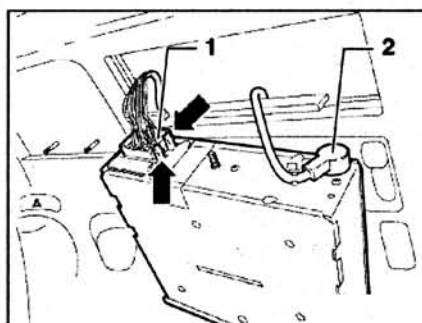

Рис. 8.31. Отцепите фиксаторы (стрелки) разъема проводки 1, затем отсоедините разъемы проводки 1 и 2.
4. Отцепите фиксаторы (стрелки) разъема проводки 1, затем отсоедините разъемы проводки 1 и 2 (рис. 8.31).